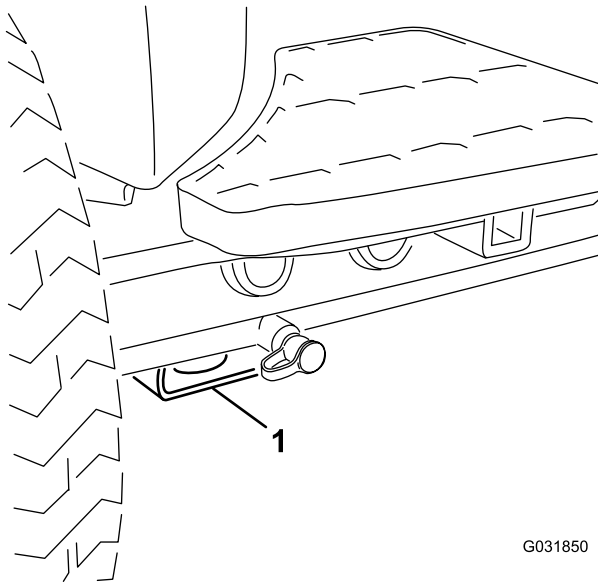

Figura 43
- Anteriore – Supporto rettangolare, sotto il tubo dell'assale, all'interno delle ruote anteriori (Figura 43).